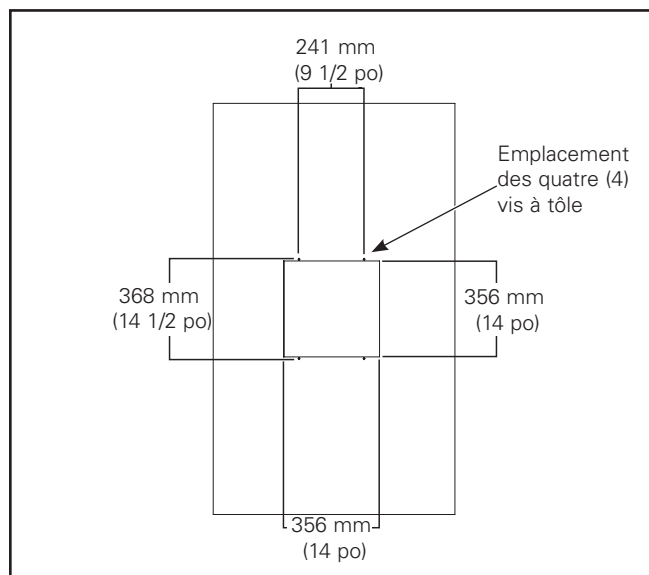

Figure 1a.
4. En utilisant le point central de l'ouverture existante, découpez une ouverture carrée de 35 x 35 cm (14 x 14 po) dans la voûte en utilisant le gabarit fourni (Figure 1a).
6. Sous la voûte, utilisez l'ouverture existante comme point central pour découper une ouverture carrée de 35 x 35 cm (14 x 14 po) dans la voûte en utilisant le gabarit fourni (Figure 1a).